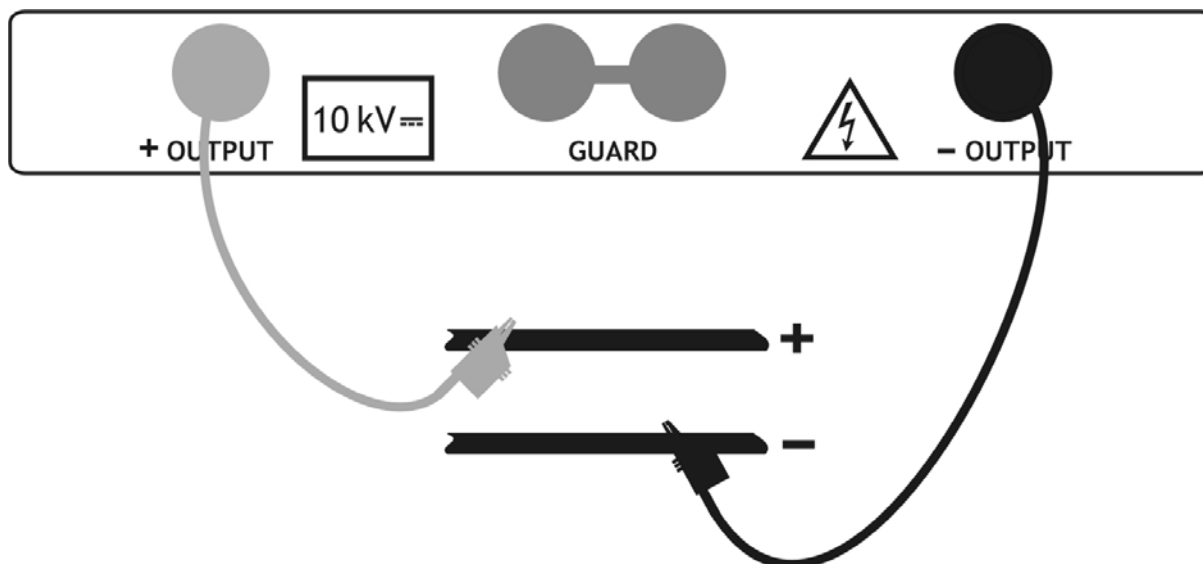

Fig. 15: Conexión del instrumento para la medida de tensión
4. Conecte la punta del Terminal 1 o del Terminal 2 (positivo) y el cable negro de los Terminales 2 (negativo) al objeto en prueba respetando la polaridad en caso de medida de tensión CC (ver Fig. 15)